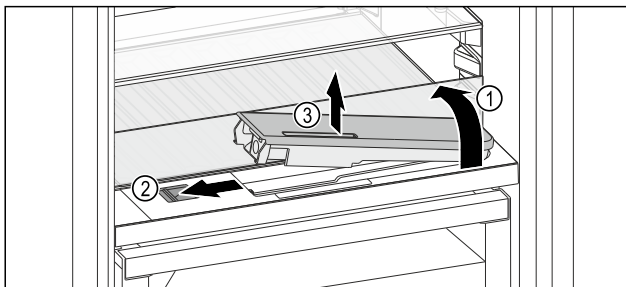

Fig. 232
- Glasplatte anheben und bis zum Anschlag nach hinten klappen Fig. 232 (1).
- Schieber Fig. 232 (2) nach links schieben.
- Wassertank entnehmen Fig. 232 (3).